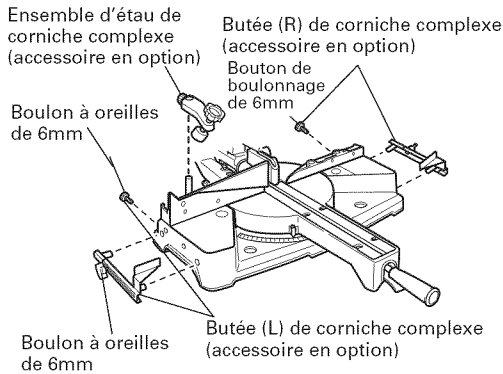

Fig. 46-a
(1) Les butées (L) et (R) de corniche complexe permettent des coupes plus faciles de corniches complexes sans inclinaison de la lame de scie. Les installer sur la base, de chaque côté, comme le montre la Fig. 46-a. Après les avoir introduits, serrer les boutons de boulonnage de 6mm sur les butées de corniche complexe.